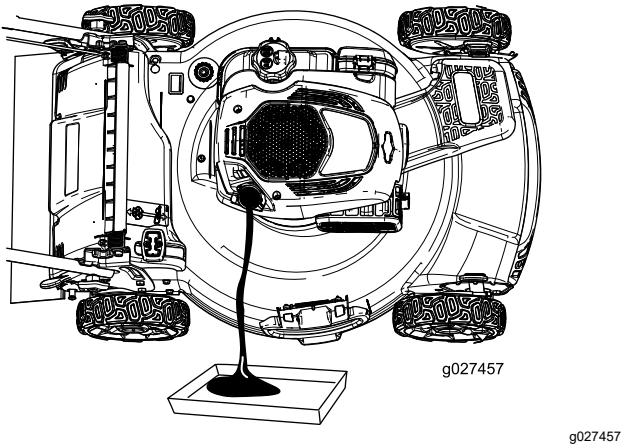

Figura 28
- Inclinete la macchina sul fianco (di modo che il filtro dell'aria si trovi in alto) per scaricare l'olio usato attraverso il tubo di riempimento (Figura 28).